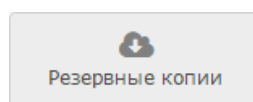

Рисунок 9.75 — Кнопка **Резервные копии**
2. В списке устройств сети выберите требуемый узел, нажмите на кнопку **Резервные копии** (рисунок 9.75).